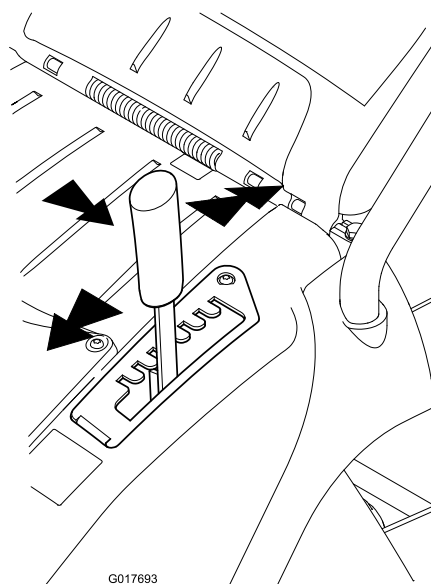

Bild 11
1. Fassen Sie den Hebel an und ziehen ihn seitlich, um ihn aus der Arretierungskerbe zu lösen (Bild 11).
2. Drücken Sie ihn zum Absenken der Schnitthöhe nach vorne oder ziehen ihn zum Anheben der Schnitthöhe nach hinten (Bild 11).
3. Lassen Sie den Hebel in der gewünschten Stellung los und stellen Sie sicher, dass er in einer der sieben Einstellkerben eingerastet ist (Bild 11).